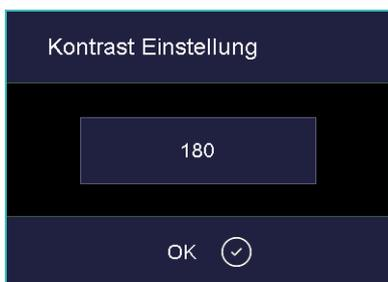

Fig. 5-19 Setup > Bildschirmschoner > Kontrast
- Kontrast Einstellung Öffnet ein Fenster für das Einstellen des Bildschirmkontrastes. Siehe Fig. 5-19.